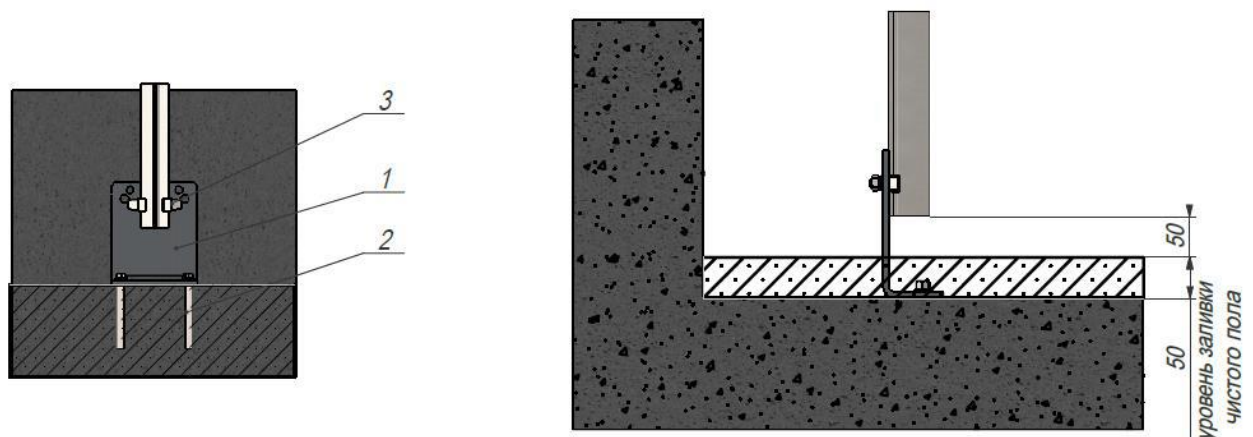

рис.3
5.1.4 Установить нижний опорный кронштейн в прямку как показано на рис. 3.(Смотри установочный чертеж); Зафиксировать кронштейн анкерами (в комплект поставки не входят, см. п.5.2)